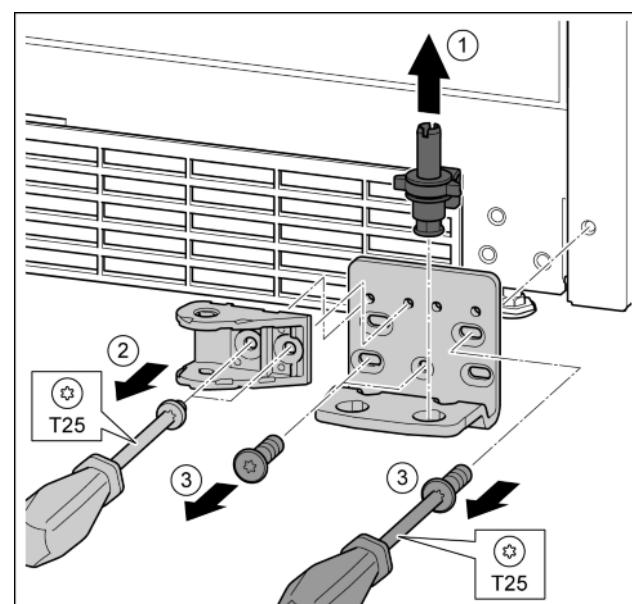

Fig. 34
- Опорный палец полностью извлечь движением вверх. Fig. 34 (1)
- Открутить винты отверткой T25 и снять соединительный элемент амортизатора закрывания дверей. Fig. 34 (2)
- Открутить винты отверткой T25 и снять опорный кронштейн. Fig. 34 (3)